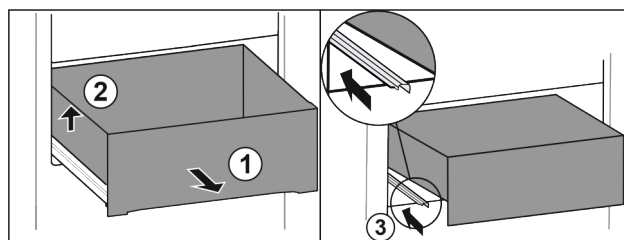

Fig. 105
- Vytáhněte zásuvku až na doraz. Fig. 105 (1)
- Nadzvedněte zásuvku vlevo. Fig. 105 (2)
- Zasuňte levou kolejničku. Fig. 105 (3)